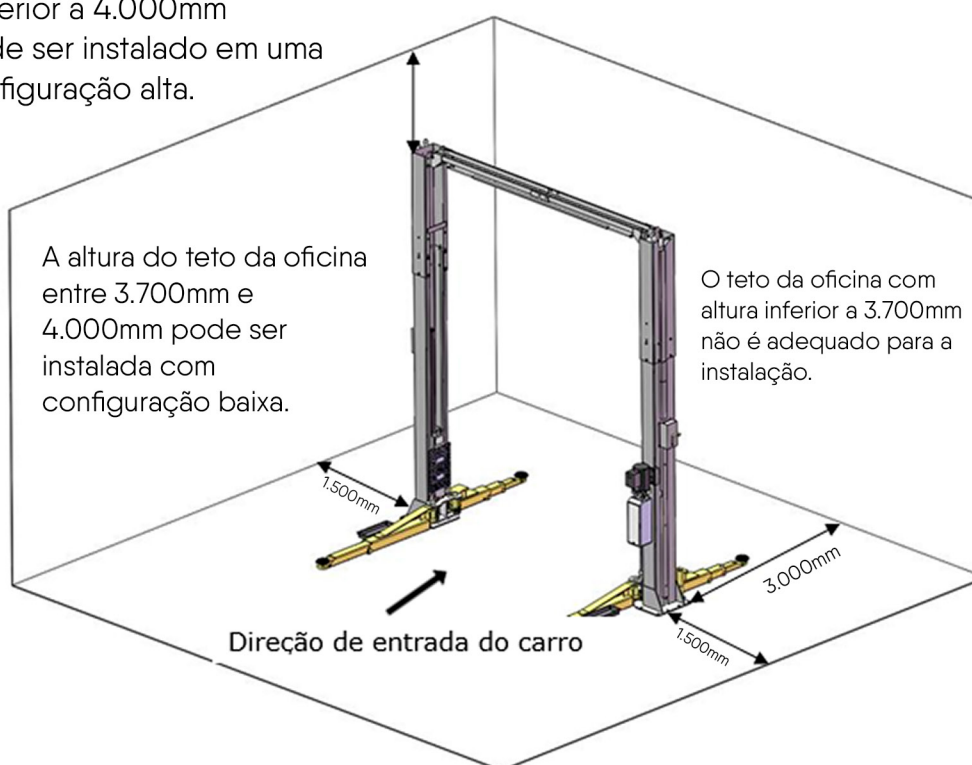

Fig.9
2. Espaço disponível. Certifique-se de que haja espaço suficiente para o Elevador; na frente, atrás, nas laterais e acima. Consulte as Especificações para obter medidas específicas (Veja a Fig.9)